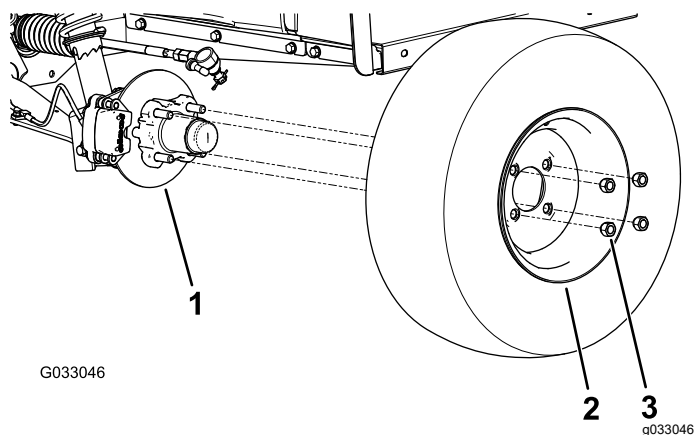

Figura 29
2. Îndepărtați cele 4 prezoane care fixează roata pe butuc (Figura 29).
4. Aliniați orificiile din roată cu tifturile butucului i montați roata pe butuc cu tija supapei spre exterior (Figura 29).
5. Fixați roata pe butuc utilizând prezoanele (Figura 29).